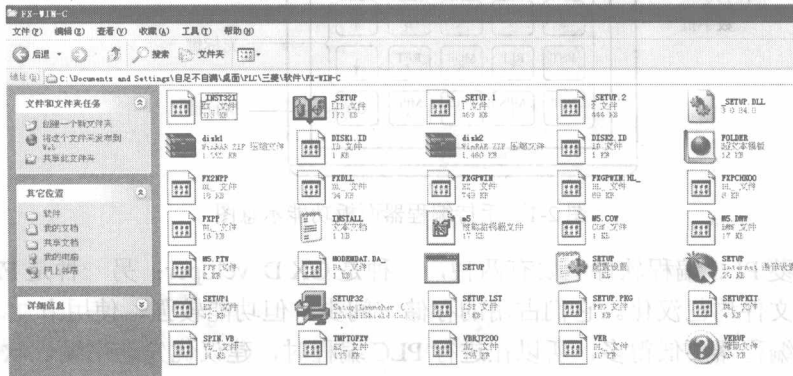

图 2-5 打开 FXGP/WIN-C 文件
(4) 双击选中的文件夹，打开 FXGP/WIN-C 文件内容，如图 2-5 所示。